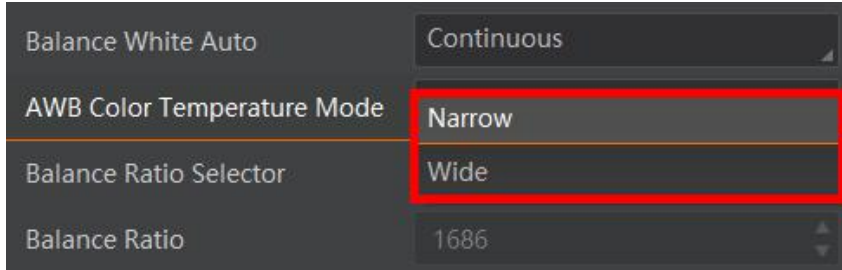

图7-34 自动白平衡色温模式设置
3. Balance White Auto 参数默认为 Continuous，且色温模式为窄域，即 AWB Color Temperature Mode 为 Narrow。若在此色温模式下进行自动白平衡后，图像色彩效果仍然不佳，可将 AWB Color Temperature Mode 参数设置为 Wide，再进行自动白平衡校正，如图 7-34 所示。